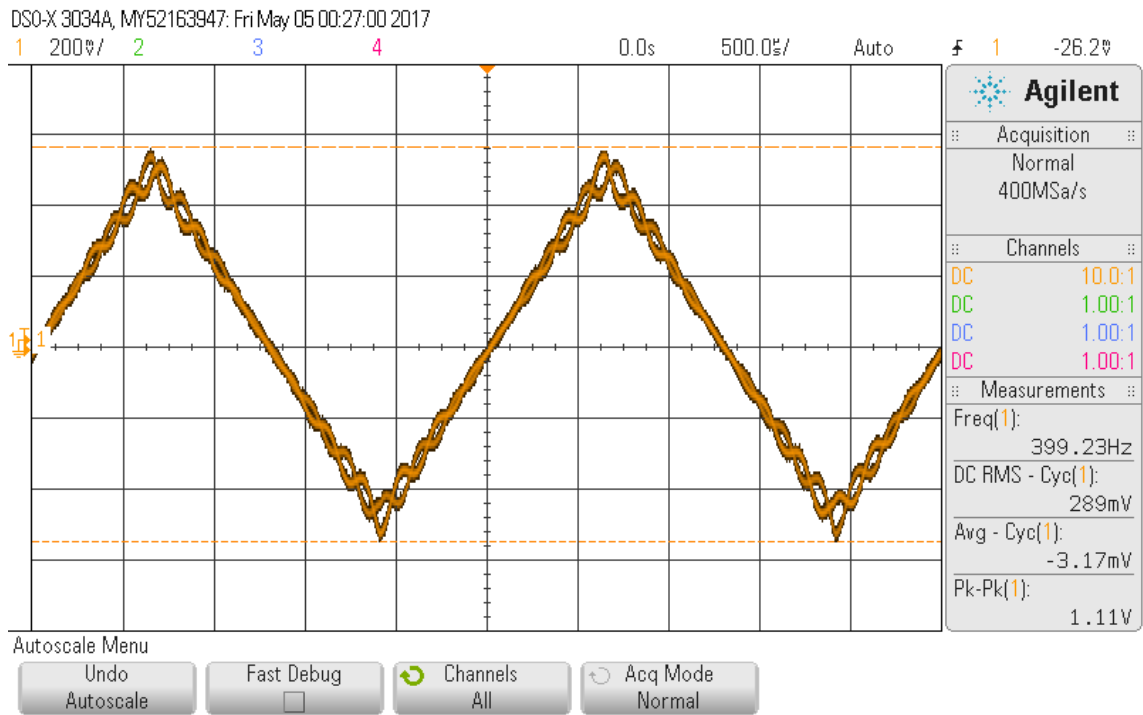

Figure 12: Moduliertes Signal
- diverse Widerstände (siehe Abbildung 12)